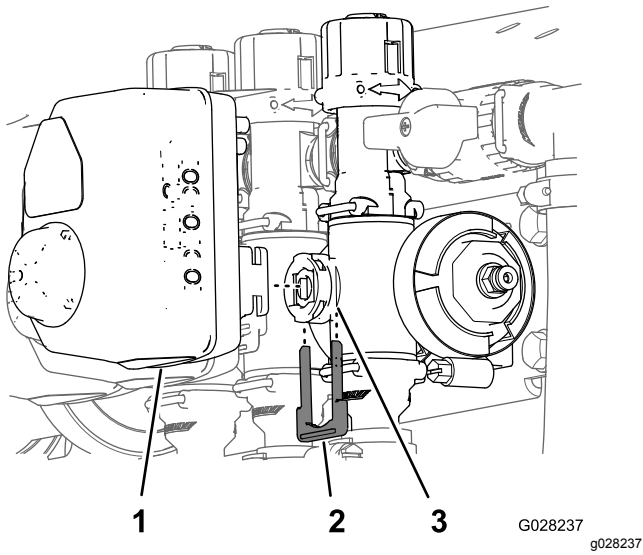

图77
- 取下将致动器固定至喷洒臂段阀或搅拌阀歧管阀的卡环 图77。